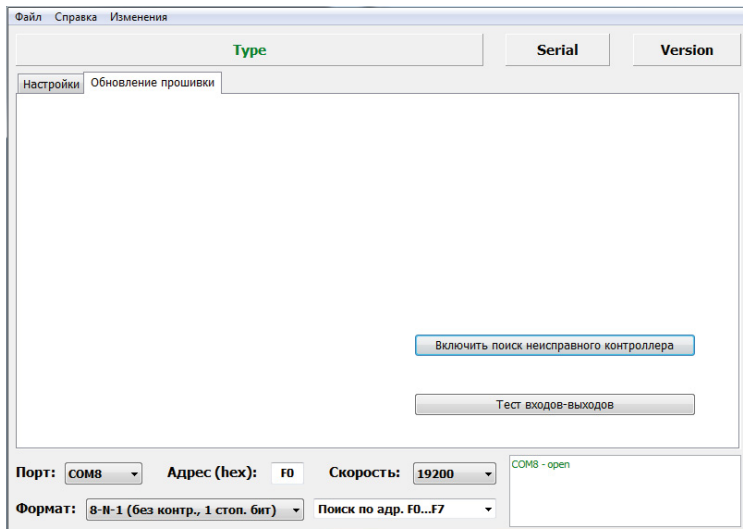

Рис.14. Поиск неисправного устройства.
- Перейти на вкладку «Обновление прошивки» и нажать кнопку «Включить поиск неисправного контроллера» (Рис.14). Кнопка отображается, только если к COM-порту подключено неисправное устройство или нет подключенных устройств.